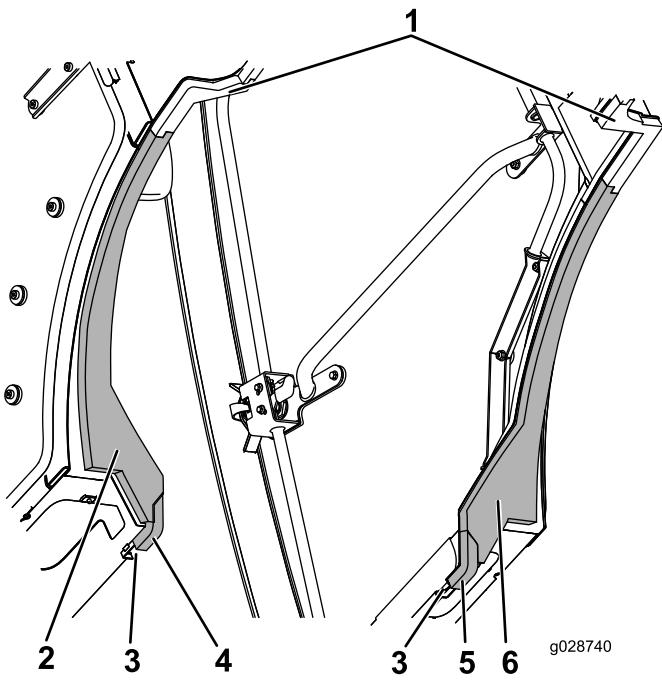

図 60
4. 左タンク用と右タンク用のウレタンの一番内側のエッジを、左中と右中のウレタンに合わせてタブをインタロックする 図 60。
5. 左横用と右横用のウレタンの前側のエッジを、チャネルに押し付け、これらのウレタンの角張っている後エッジをタンク用ウレタンに接続する 図 60。